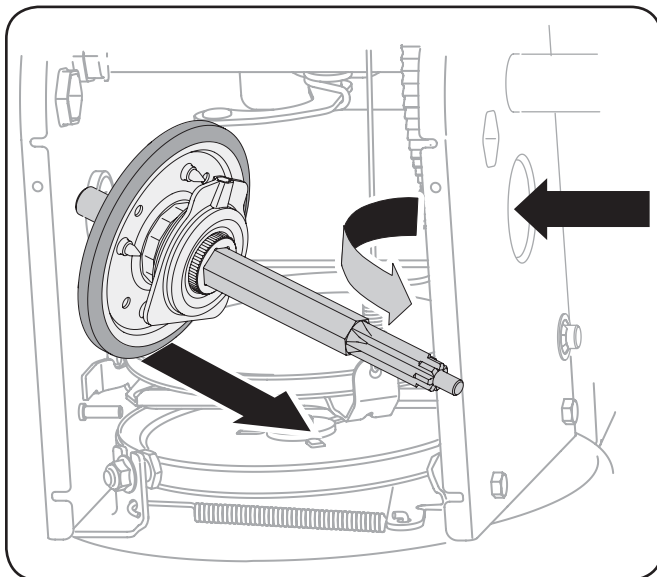

Figura 7-10
6. Con cuidado, ubique el eje hexagonal hacia abajo y hacia la izquierda antes de deslizar con precaución el montaje de la rueda de fricción fuera del eje. Vea la Figura 7-10.